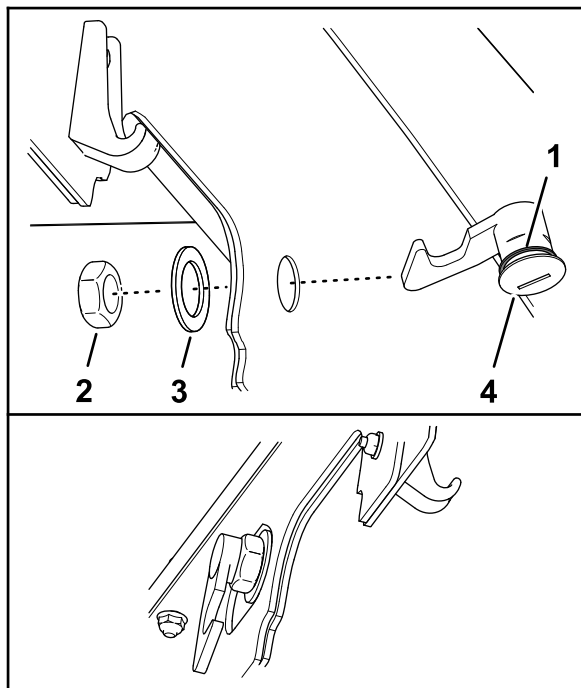

Figura 36
3. Asigurai-vă că garnitura de etanare este montată pe clichetul capotei (Figura 36).